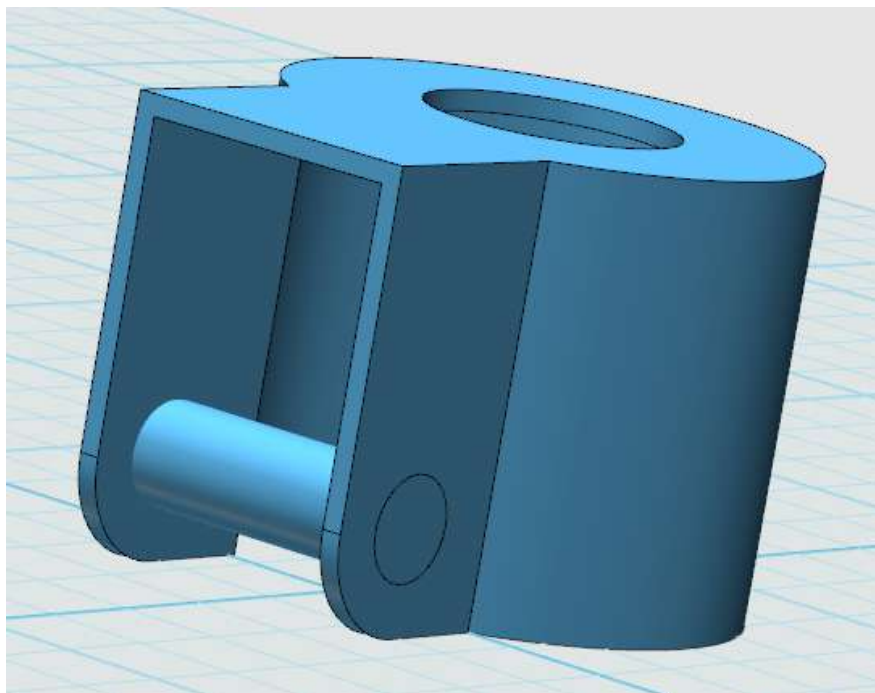

图 7-11
6.点击绘制好的草图，选择拉伸命令。高度为 15。完成后如图 7-11。此时点击左侧组合编辑命令，将其固定。